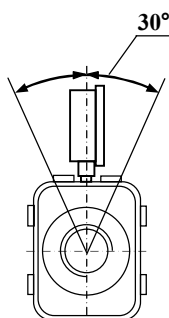

Рисунок 6.1
- обеспечить отклонение от вертикальной оси на угол не более 30° (см. рисунок 6.1).